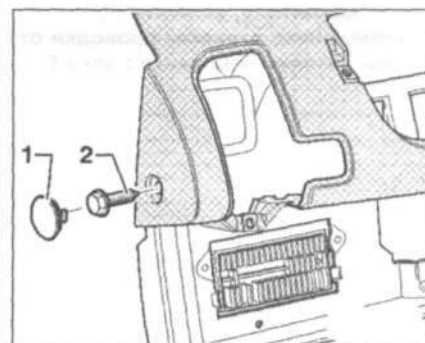

Рис. 13.61. Извлеките пробки 1 и открутите болты 2 с обеих сторон.
14. Извлеките пробки 1 и открутите болты 2 с обеих сторон (рис. 13.61).